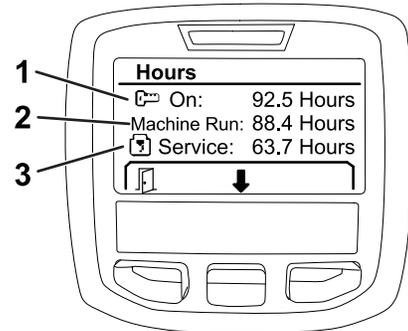

Bild 29
3. Stellen Sie mit den auf dem Bildschirm (Bild 29) angezeigten Zählerinformationen Folgendes fest: